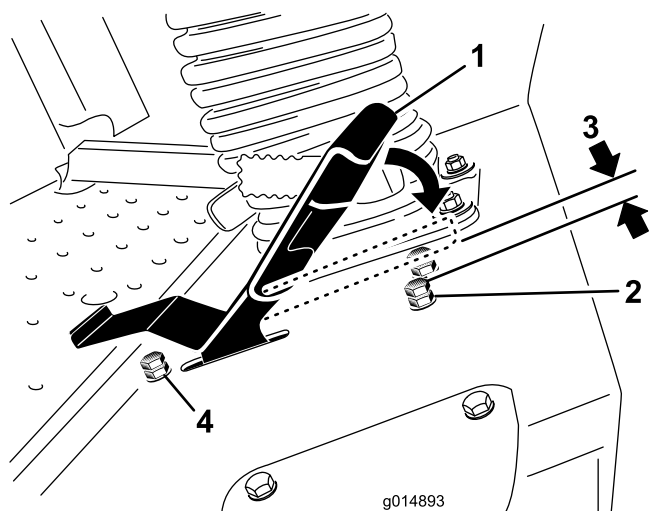

Figura 50
3. Afloje la contratuerca del perno de tope del pedal de tracción (Figura 50).